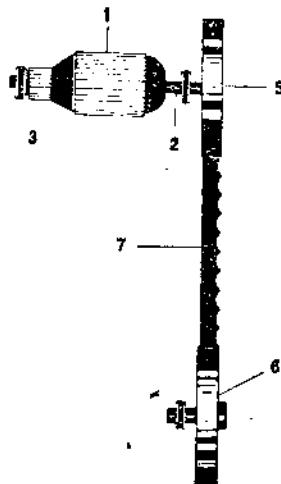

Рис. 74. Ленточная пила.
1. Назначение инструмента	<p>Ленточная электропила назначается для:</p> <p>а) пилки лесоматериалов (окантовка, разгонка и т. п. толщиной до 10 см;</p> <p>б) зарезки торцовых шипов: на перильных стойках (из брусьев <math>15 \times 15</math> см), на голландских рамках для ниш, на дверных коробках, на стойках рамных козел и рам убежищ, зарезки гнезд на дверных коробках, зарезки шипов на опорных рамках (рис. 74 и 75).</p>